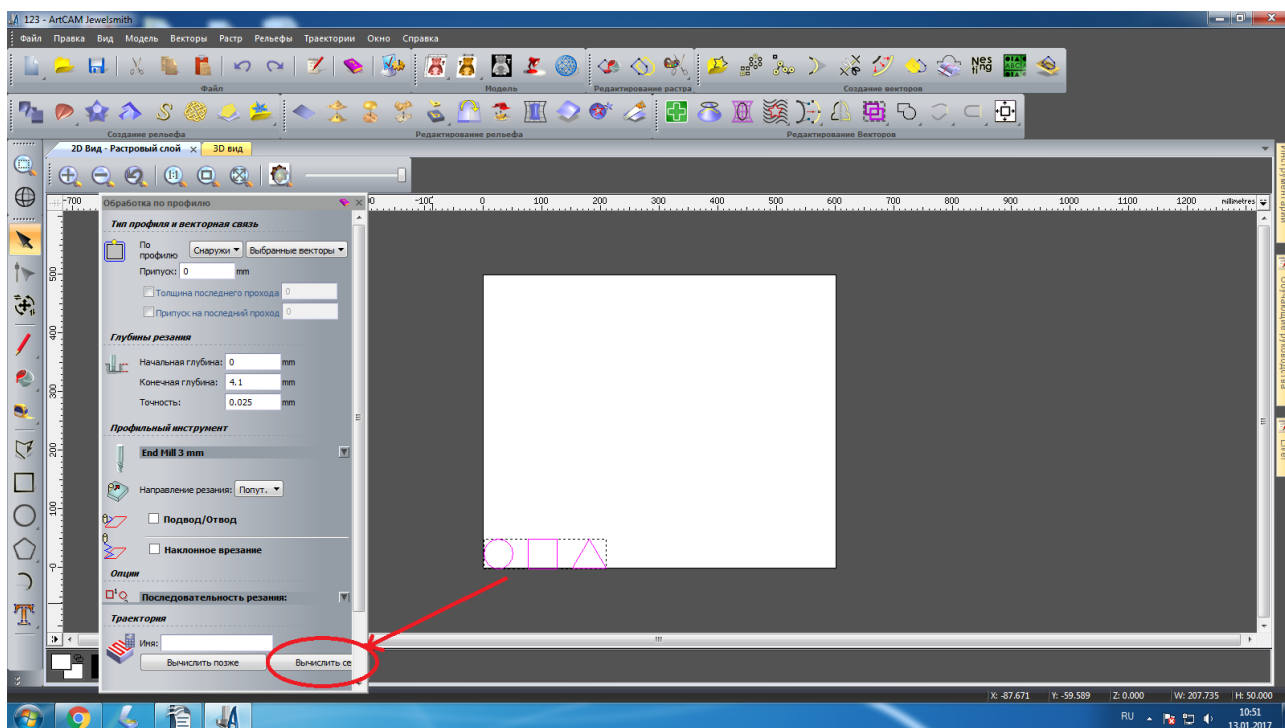

Рисунок 44. Вычисление траектории
46. Для вычисления траектории нажмите кнопку «Вычислить сейчас», рисунок 44